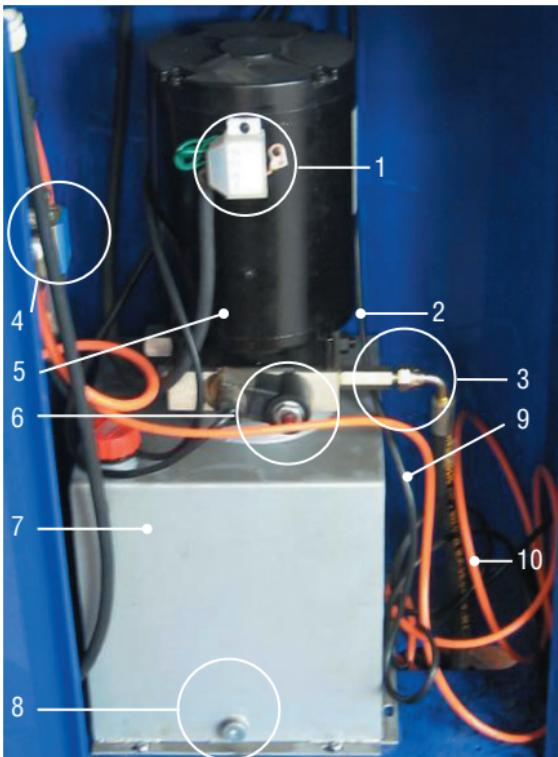

Рисунок 4 – Устройство блока управления
- Залейте необходимое количество гидравлического масла в масляный бак (рис. 4). Количество масла определяется визуально, приблизительно 2 см от заливной горловины, минимум 4 см (но не более 15 литров).